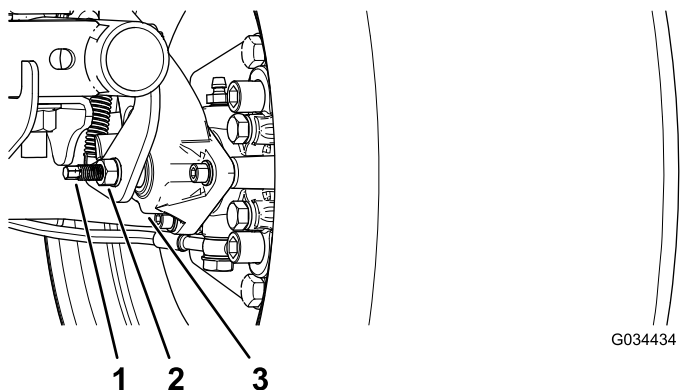

Figura 60
3. Utilizando duas chaves, segure ajustando o poste na pinça em posição com uma chave e desaperte a porca de retenção cerca de 1/4 de volta com outra chave (Figura 60).
4. Enquanto segura o polo de ajuste e a porca de retenção no lugar, rode o polo de ajuste para apertar (Figura 60).
5. Enquanto segura o polo de ajuste e a porca de retenção no lugar, afaste cerca de 1/4 de volta (Figura 60).
6. Enquanto segura o polo de ajuste e a porca de retenção no lugar, aperte a porca de retenção (Figura 60).